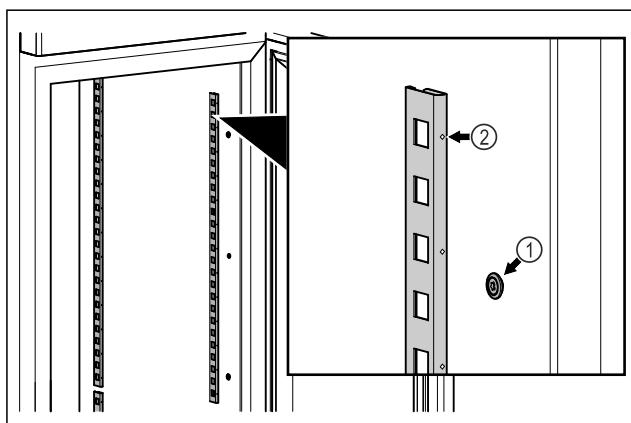

Fig. 56 Приближене відображення
- Зачепити фіксувальну планку за підвіску Fig. 56 (1). Маркування Fig. 56 (2) повинно бути спрямоване вперед.